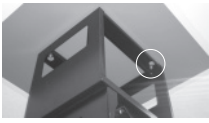

Abb. 1
- Erst zwei Schrauben in die Dübel einschrauben (noch nicht komplett festziehen). Die Motoreinheit hinter die bereits angebrachten Schrauben haken (Abb. 1). Die Motoreinheit mittig zum Kochfeld ausrichten. Darauf achten, dass die Motoreinheit auf das Kochfeld ausgerichtet an der Decke hängt.